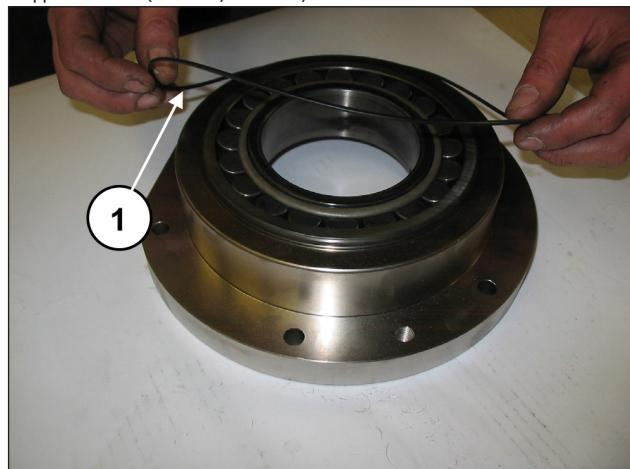

Рис. 71
Наденьте O-ring на внешнюю сторону крышки-держателя подшипника (поз. ①, Рис. 71).